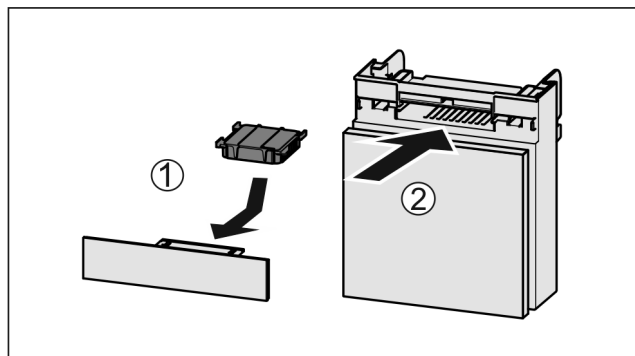

Fig. 188
- Umetnite filter s aktivnim ugljenom kao što je prikazano na slici Fig. 188 (1).
- Filter s aktivnim ugljenom će se uglaviti. Kada je filter s aktivnim ugljenom usmjeren prema dolje: ► Umetnite pretinac Fig. 188 (2).